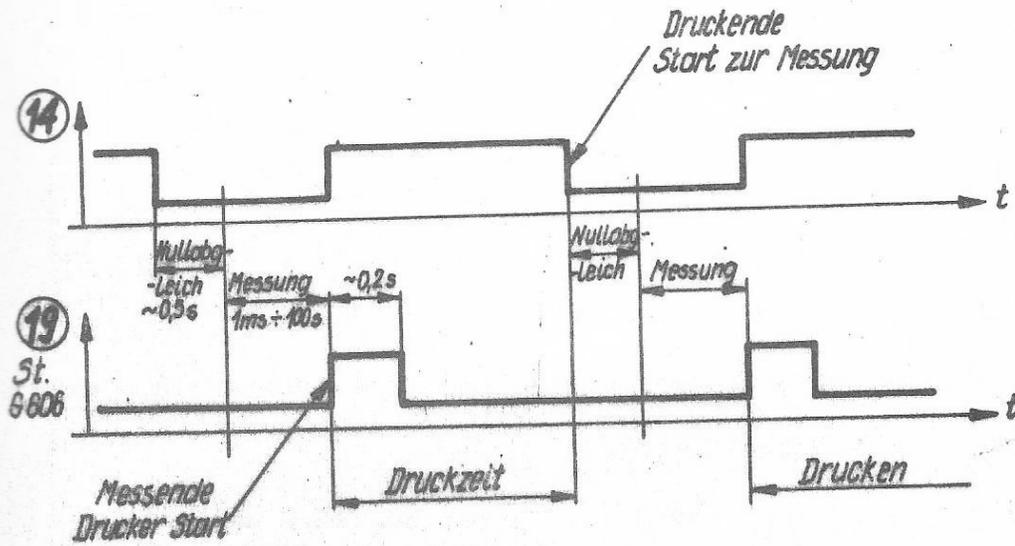

Bild 5.
- Die Zeitbeziehungen zwischen dem Signal SL. und TORSTEUERUNG ist in Bild 5 dargestellt.